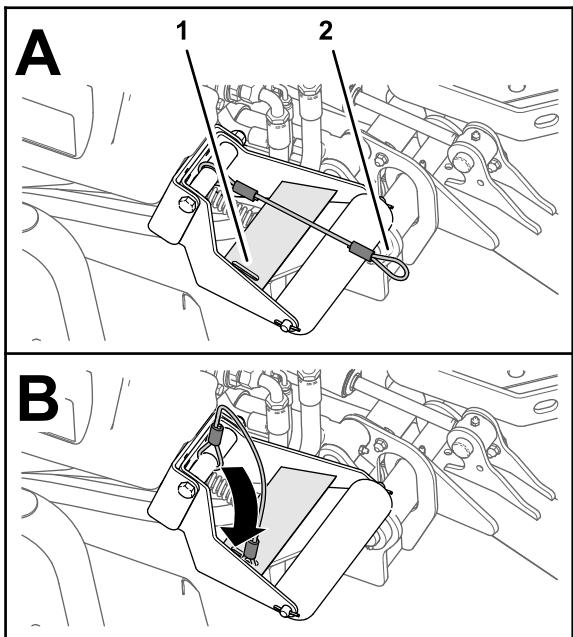

Figura 66
4. Con gli apparati di taglio abbassati, infilate l'occhiello del cordino nella fessura presente nella piastra di rinforzo del supporto del rullo (Figura 66).